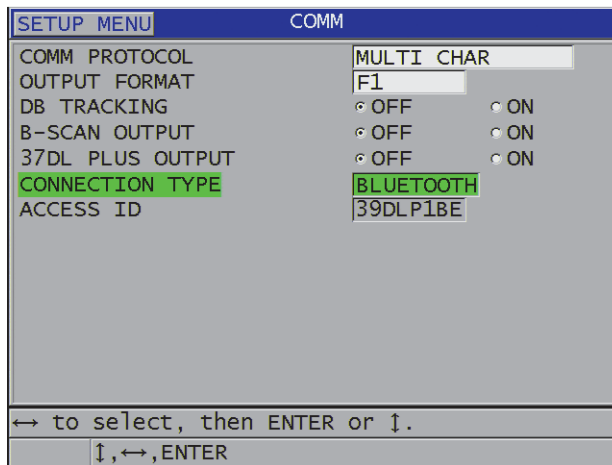

Figura 14-4 Configurazione del Bluetooth
4. Nella schermata **COMM**, definire **CONNECTION TYPE** (tipo di connessione) come **BLUETOOTH** (vedi Figura 14-4 a pagina 283).